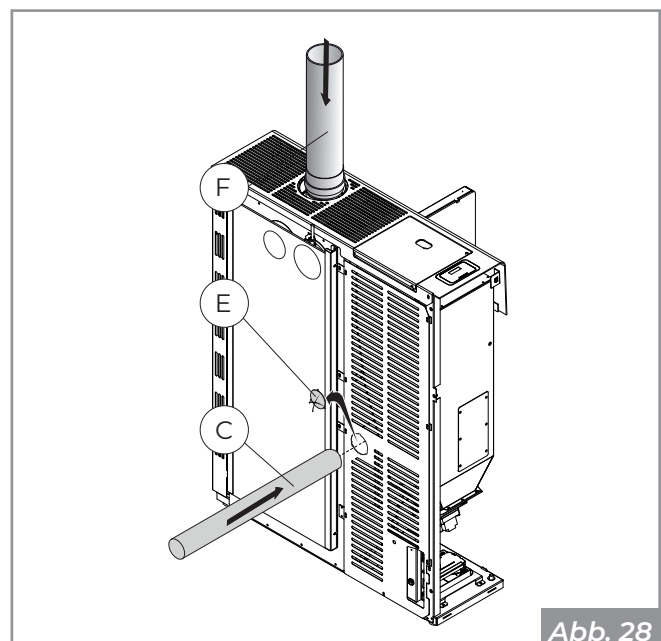

Abb. 28
- Entfernen Sie das vorgeschchnittene Blech (**E**) von der Rückwand. Schließen Sie den Verbrennungsluftschlauch (**C**) an den 90°-Bogen an, führen Sie ihn durch das freie Loch in der Rückwand und schließen Sie ihn dann an einen externen Lufteinlass an. Schließen Sie das Rauchabzugsrohr an (**F - Abb. 28**).